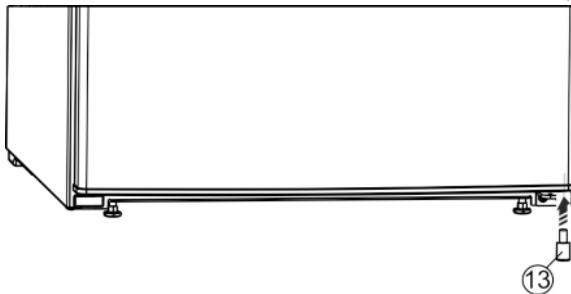

Fig. 8
- ▶ Снова вставьте в дверь распорную деталь *Fig. 8* (13) справа внизу - это важно для обеспечения устойчивости устройства.